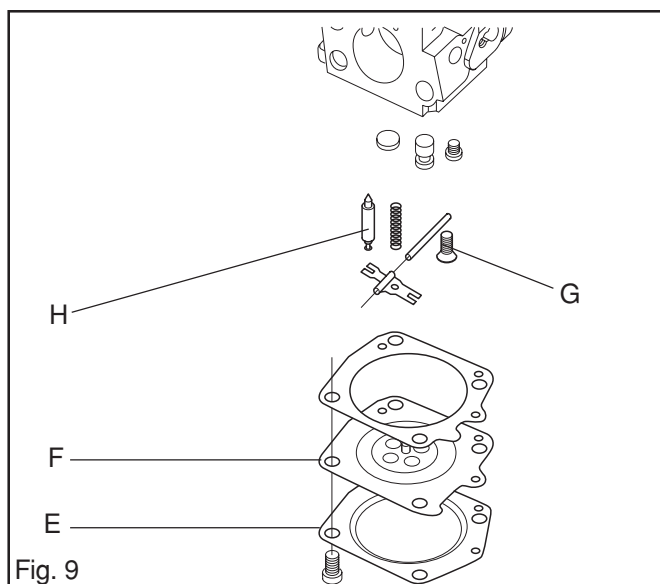

Fig. 9
7. Démontez le couvercle (E) sur l'unité de dosage et retirez prudemment la membrane de guidage (F) avec la garniture. Voir la fig. 9.
8. Retirez la vis (G) et enlevez la soupape à aiguilles (H) avec le levier, l'axe et le ressort. Voir la fig. 9.